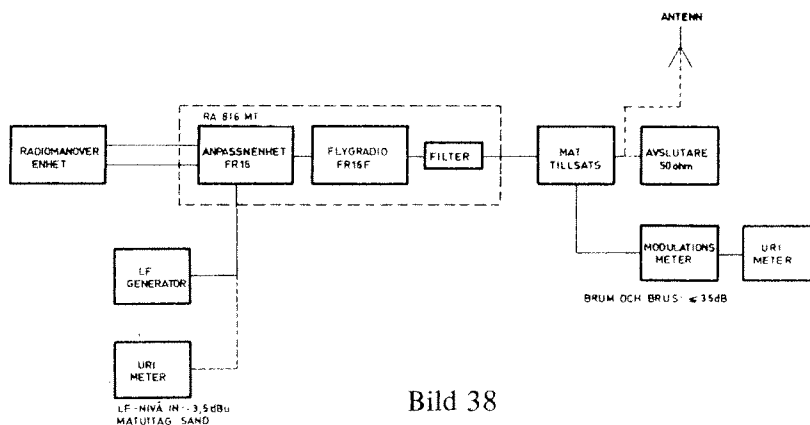

Bild 38
- Anslut URI-metern till modulationsmeters LF-utgång enligt bild 38.